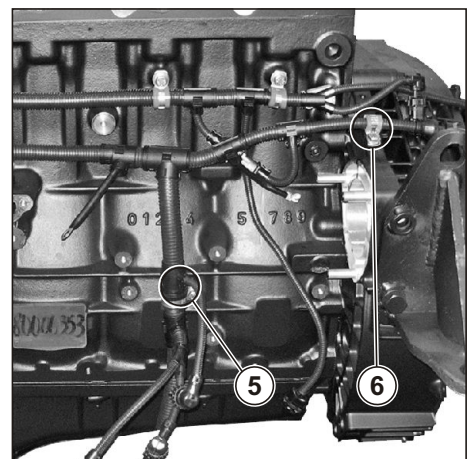

Рис. 124. Установка жгута промежуточного.
11. Закрепить жгут в точке (5) (см. Рис. 124), установив клеммер между тройником ответвления на датчик уровня воды в топливе и тройником ответвления на реле подогрева фильтров топливных.
12. Закрепить жгут в точке (6) (см. Рис. 124), установив клеммер.